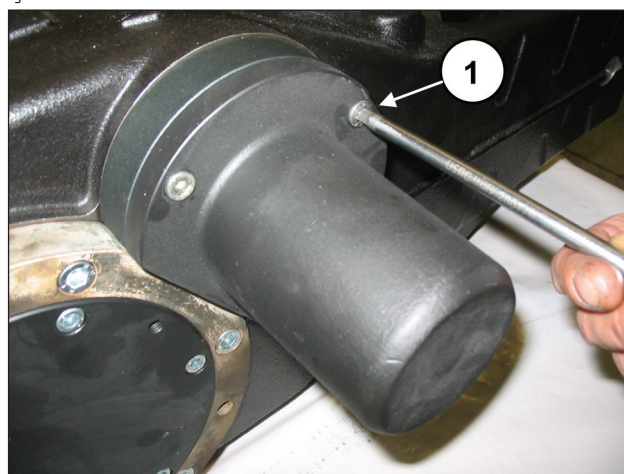

图 9
拧松轴端盖固定螺栓 (①·图 9) 并从动力输出轴上取出盖子。